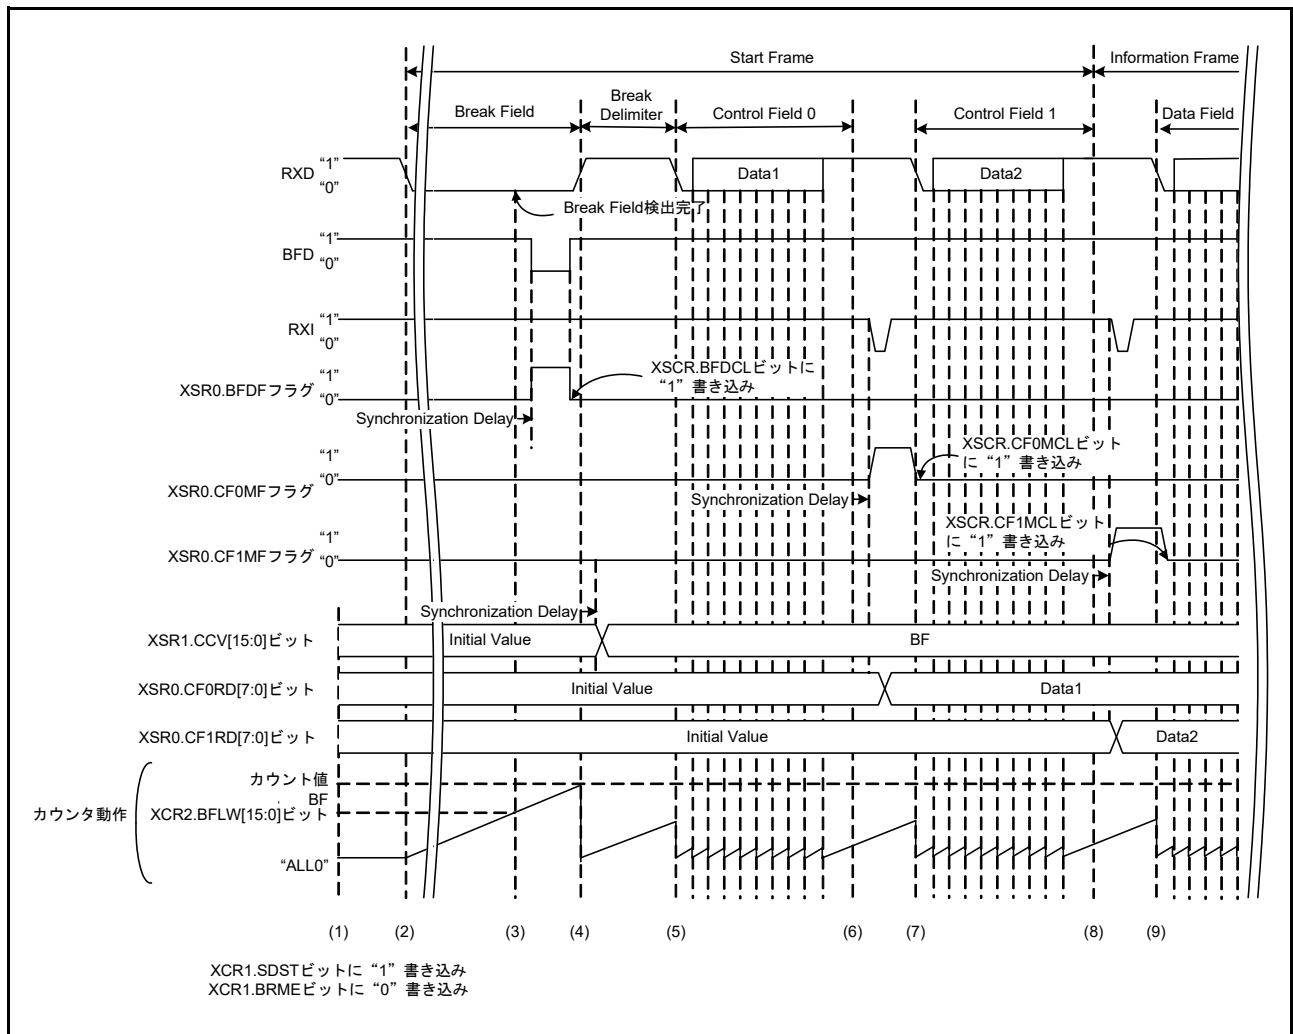
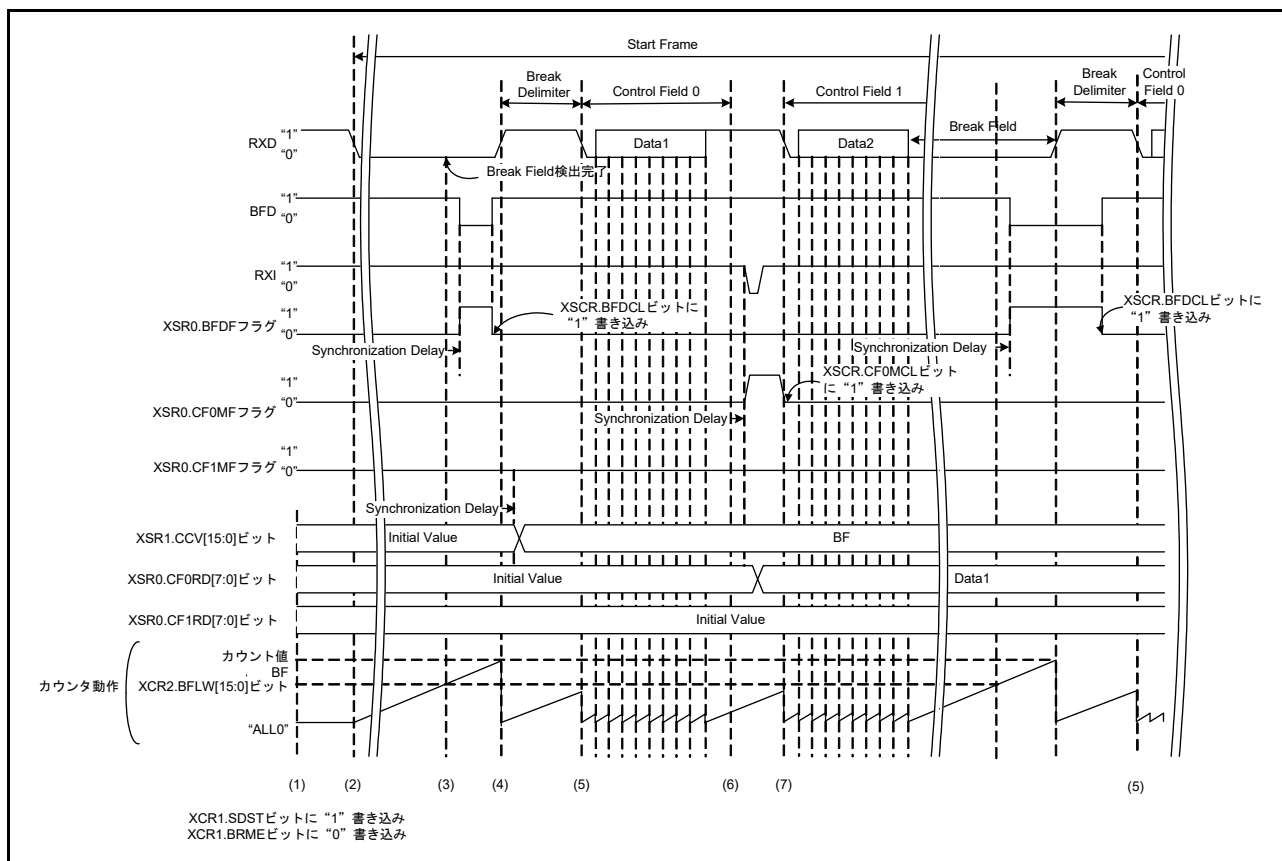
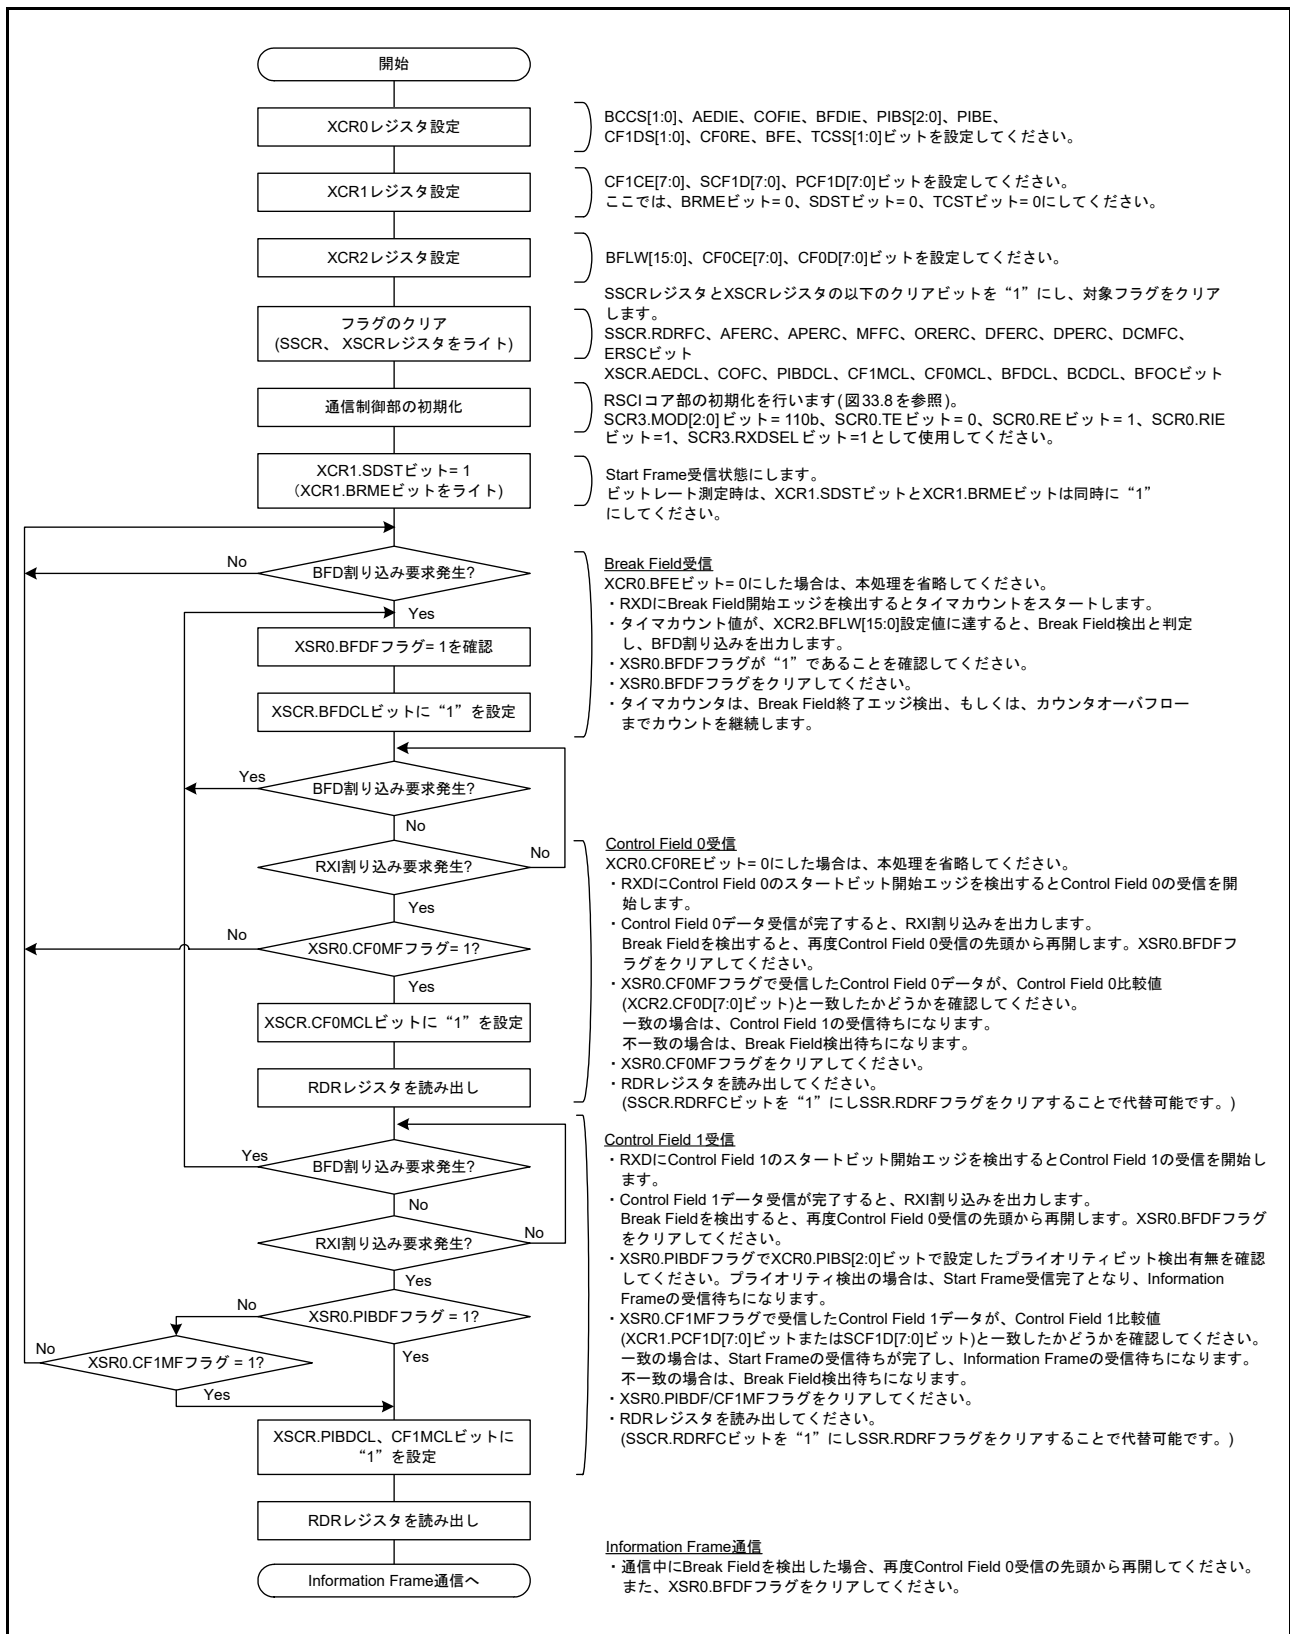
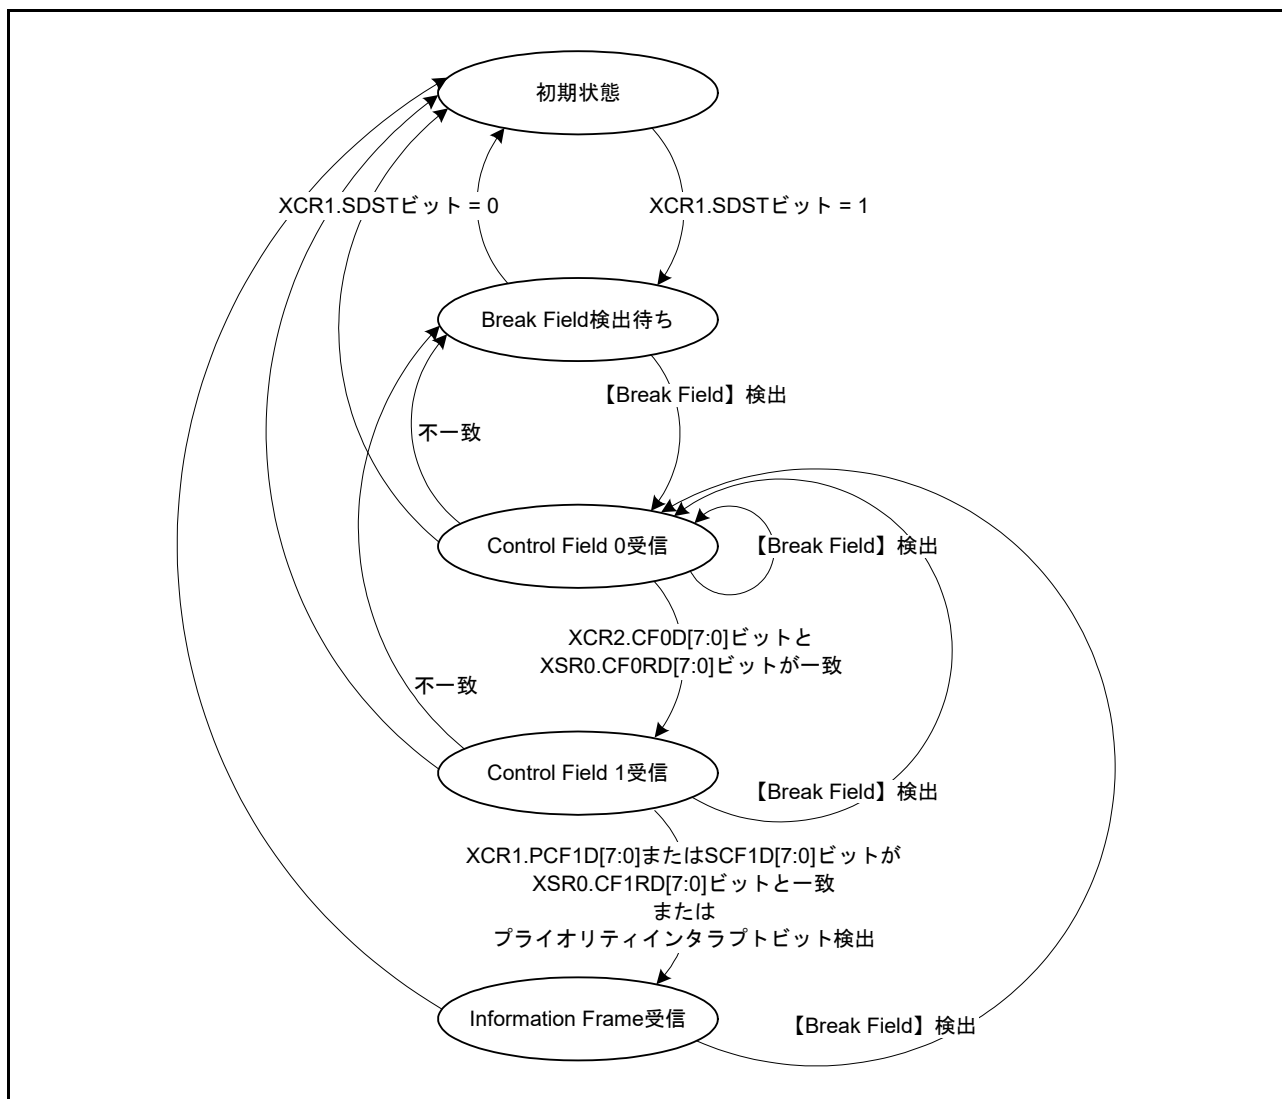

図 33.70 Start Frame 受信時の動作例 (PIB 未使用時) ノーマル受信
図 33.71 Start Frame 受信時の動作例 (PIB 未使用時) Control Field 1 で Break Field 検出
図 33.72 Start Frame 受信フローチャート例
図 33.73 Start Frame 受信時の状態遷移図
図 33.70 に Break Field、Control Field 0 および Control Field 1 で構成される Start Frame 受信時の動作例を示します。図 33.71 に、Control Field 1 途中で Break Field 検出を行う受信動作例を示します。また、図 33.72 に Start Frame の受信を行うためのフローチャート、図 33.73 に状態遷移図を示します。
- (4) Break Field 検出後、RXDn 端子からの入力が High になると、XCR1.BRME ビット=0 の場合は、XSR1.CCV[15:0] ビットにカウント値をキャプチャします。このとき、XSR0.RXDSF フラグが“0”になり、RSCI コア部で RXD 入力の受信を開始します。
- (5) RSCI コア部で Control Field 0 の受信を開始しますが、拡張シリアル制御部で継続してエッジ間隔をカウントしており、XCR2.BFLW[15:0] ビットに設定した期間以上の Low を Break Field 検出と判定します。Control Field 0 フェーズで Break Field を検出すると、再度、Control Field 0 の受信を待ちます (図 33.71)。
- (6) Control Field 0 の受信が完了すると、RXI 割り込みが発生します。XSR0.CF0RD[7:0] ビットに Control Field 0 データが格納されます。受信したデータが XCR2.CF0D[7:0] ビットに設定したデータと一致した場合、XSR0.CF0MF フラグが“1”にセットされます。受信したデータが XCR2.CF0D[7:0] ビットに設定したデータと一致しなかった場合、Break Field 検出前の状態に遷移します。
- (7) RSCI コア部で Control Field 1 の受信を開始します。BFE ビット = 1 の場合、Control Field 0 と同様に、SDST ビット = 1 の間、Break Field 検出機能は常に有効であり、Control Field 1 フェーズで Break Field を検出すると、再度、Control Field 0 の受信を待ちます。
- (8) Control Field 1 の受信が完了すると、RXI 割り込みが発生します。XSR0.CF1RD[7:0] ビットに Control Field 1 データが格納されます。受信したデータが XCR1.PCF1D[7:0] ビットまたは XCR1.SCF1D[7:0] ビットに設定したデータと一致した場合、XSR0.CF1MF フラグが“1”にセットされます。Control Field 1 で受信したデータが XCR1.PCF1D[7:0] ビットまたは XCR1.SCF1D[7:0] ビットに設定したデータのどちらとも一致しない場合は、Break Field 検出前の状態に遷移します。
- (9) RSCI コア部で Information Frame の通信を行います。
- (10) 通信が終了したら、XCR1.SDST ビットに“0”を書き込み、SCR0.RE ビットに“0”を書き込んで受信を停止させます。
- (1) ~ (7) は図 33.70 の Start Frame 受信時の動作例 (1) ~ (7) と同様になります。
- (8) XCR0.PIBS[2:0] ビットで指定したビットの値が XCR1.PCF1D[7:0] ビットに設定した値と一致した場合、XSR0.PIBDF フラグが“1”になります。そして、RSCI コア部により、Information Frame の通信を行います。Control Field 1 で受信したデータが XCR1.PCF1D[7:0] ビットまたは XCR1.SCF1D[7:0] ビットに設定したデータのどちらとも一致せず、プライオリティインタラプトビットも検出しない場合は、Break Field 検出前の状態に遷移します。